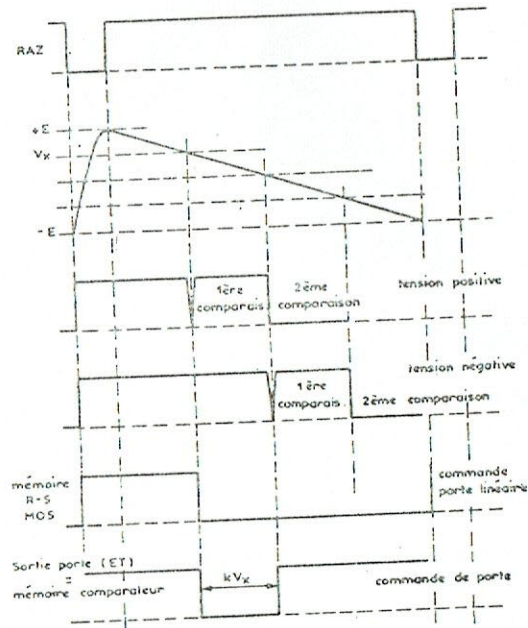

Fig. 11
2) La porte de comptage se trouve également intégrée dans le circuit MTOS. Elle est constituée par le circuit NAND à trois entrées (H), d'un amplificateur inverseur (A1) et de la porte P1. La porte H effectue la différence entre les signaux de sortie du comparateur et la sortie de la mémoire  $R_1$  (fig. 11).